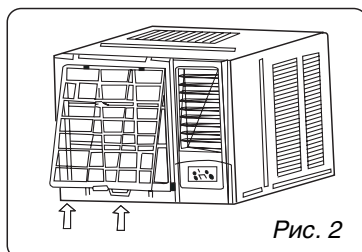

Рис. 2
2. Возьмитесь за ручку, расположенную под воздушным фильтром, и изогните фильтр. Затем выньте фильтр из прорези, потянув его вниз и вперед (рисунок 2).
1. Вставьте на место воздушный фильтр кондиционера в направлении сверху вниз (рисунок 2).